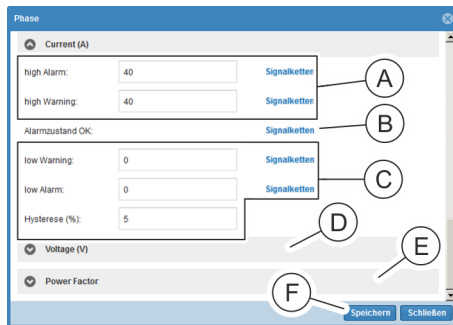

Abb. 118: Fenster "Phase"
6. Im Bereich „Current (A)“ einen Wert für „high Alarm“ und „high Warning“ eingeben (Abb. 118/Ⓐ) und eine Signalkette zuweisen. Dazu auf die Schaltfläche „Signalketten“ klicken.
8. Im Bereich „Current (A)“ für den Parameter „Alarmzustand OK“ (Abb. 118/Ⓑ) bei Bedarf eine Signalkette zuweisen (analog zu Schritt 6 und 7).
9. Im Bereich „Current (A)“ einen Wert für „low Alarm“, „low Warning“ und „Hysteresis“ eingeben (Abb. 118/Ⓒ) und eine Signalkette zuweisen (analog zu Schritt 6 und 7).
12. Auswahl über die Schaltfläche „Speichern“ (Abb. 118/Ⓕ) bestätigen.